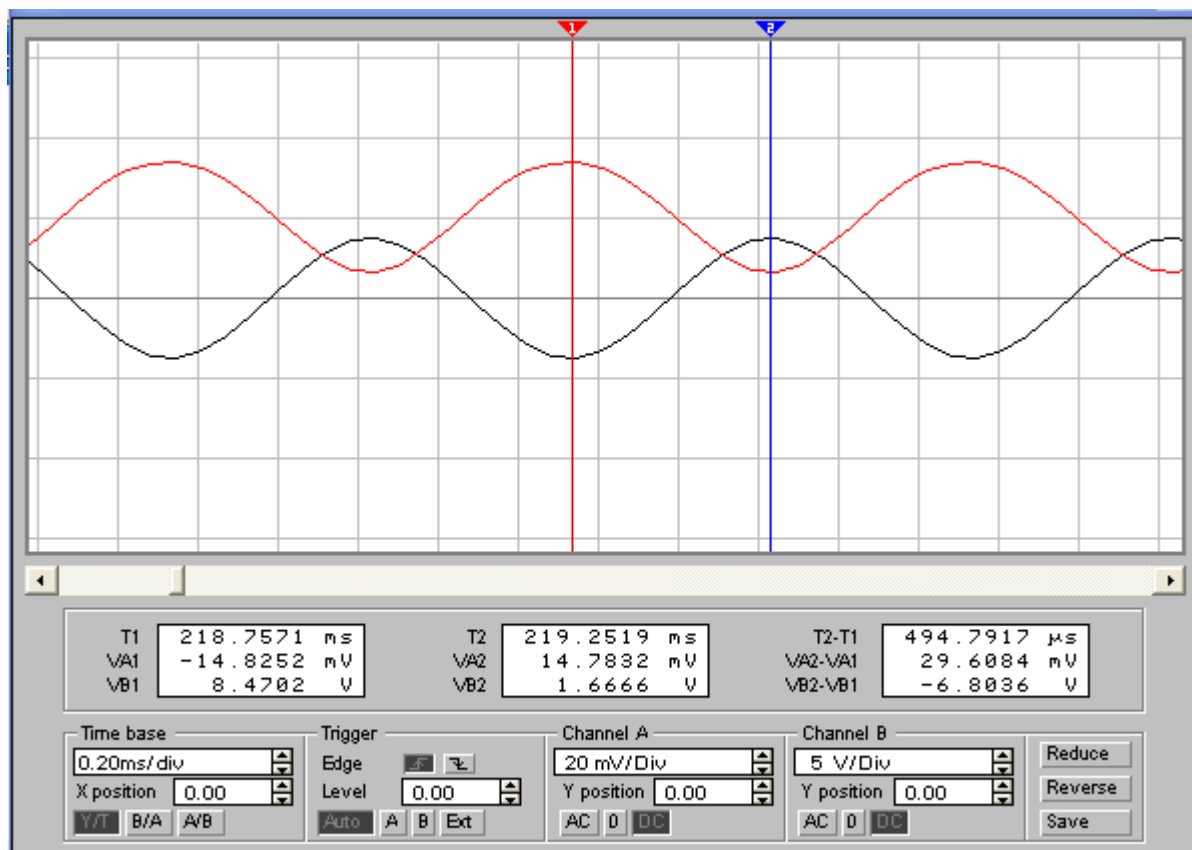

Рис. 7
- розгорніть зображення на увесь екран горизонтальною прокруткою (рис. 7).
Амплітуди $U_{mвх}$ та $U_{mвих}$ вимірюються на збільшеному екрані осцилографа (рис. 7) встановленням маркерів 1 і 2 на різнополярні амплітуди. Подвійні амплітуди сигналів можна відрахувати у правому віконці: